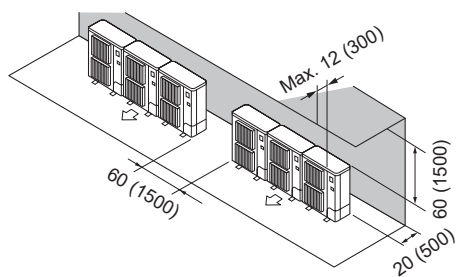

Fig. 2-12
- ② Obstacles à l'arrière et au-dessus (Fig. 2-12)